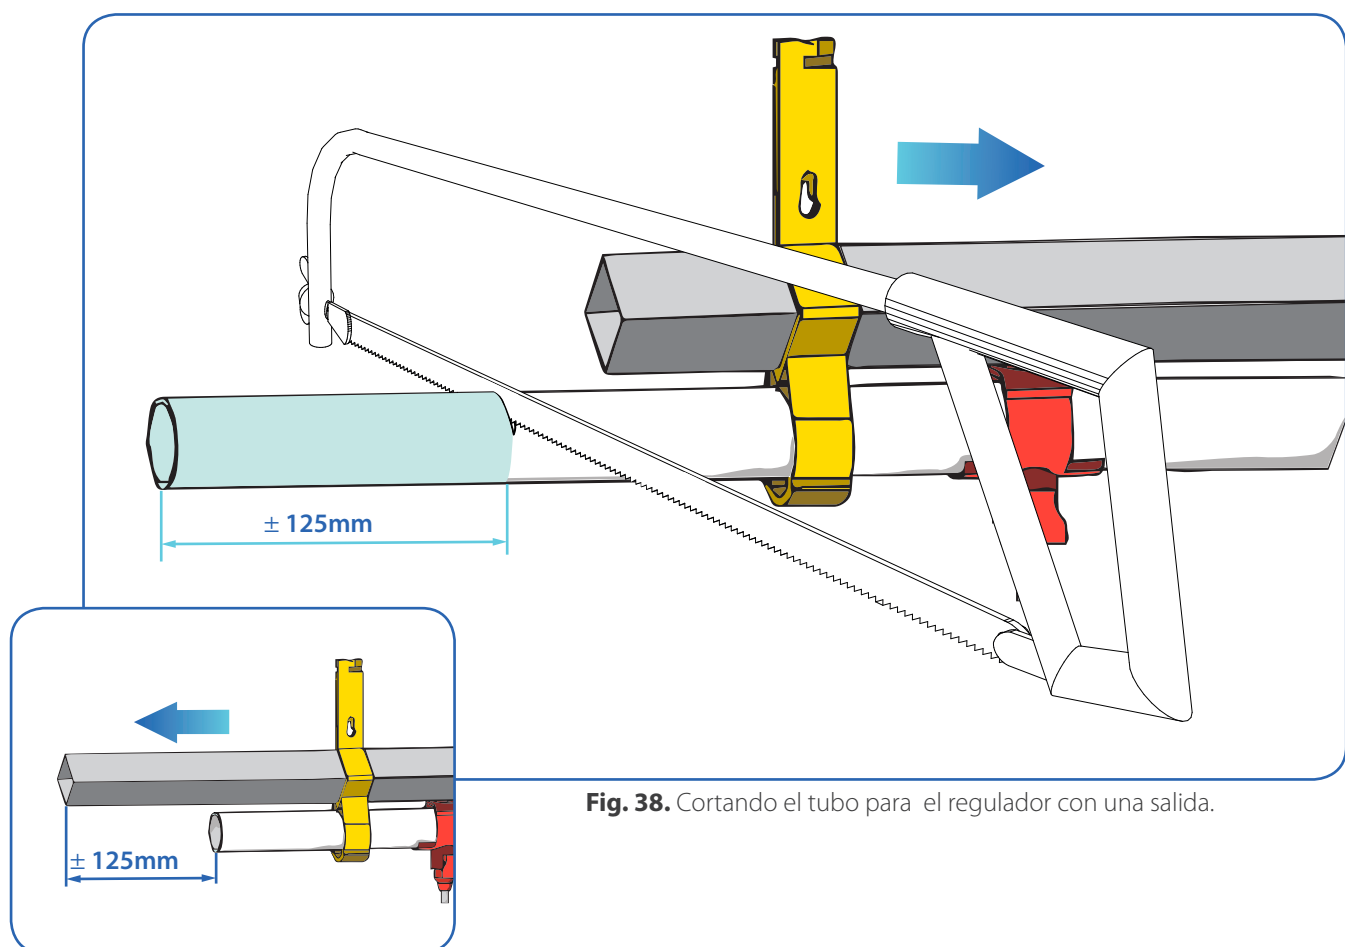

Fig. 38. Cortando el tubo para el regulador con una salida.
- Alinee el tubo de PVC con el extremo del perfil de aluminio; mida 125 mm del extremo del perfil de aluminio al tubo de PVC . Retire el perfil de aluminio para facilitar el corte con la sierra , utilizando una sierra específica para PVC, así conseguiremos un corte limpio y sin rebabas (Fig.38).